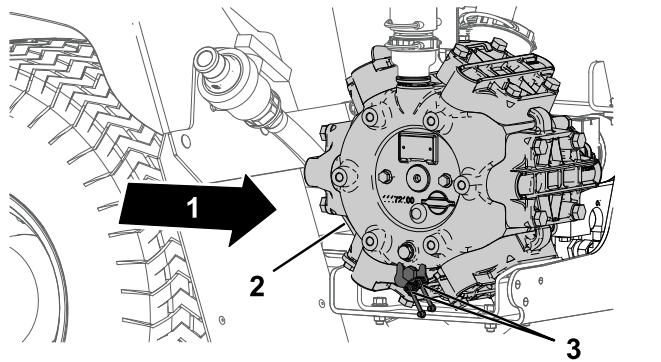

図 67
1. リモートグリスフィッティング2個をきれいに拭く 図 67。
2. リモートグリスフィッティングにグリスを注入する 図 67。